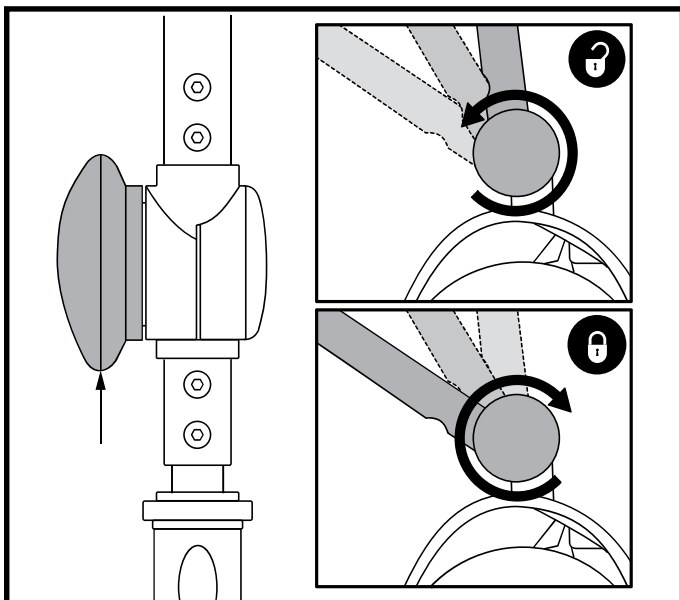

Abb. 24. Lenkersicherungshebel
EINSTELLUNG DES LENKERWINKELS (Siehe Abb. 24)
1. Entfernen Sie den Sitz und das Batteriepack (siehe „Vorgehensweise zur Zerlegung“ auf der vorherigen Seite), senken den Lenker ab und ziehen den Lenkersicherungshebel an. **Siehe Abb. 24.**
3. Den Hebel anheben und fest den Lenkersicherungshebel drücken. **Siehe Abb. 24.**